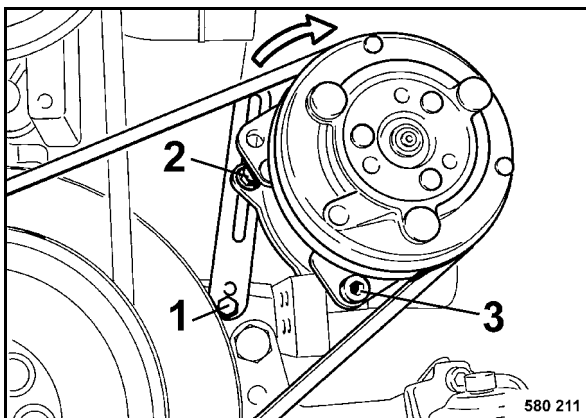

fig. 116
- Desserrer légèrement les vis de fixation 1, 2 et 3 (fig. 116).